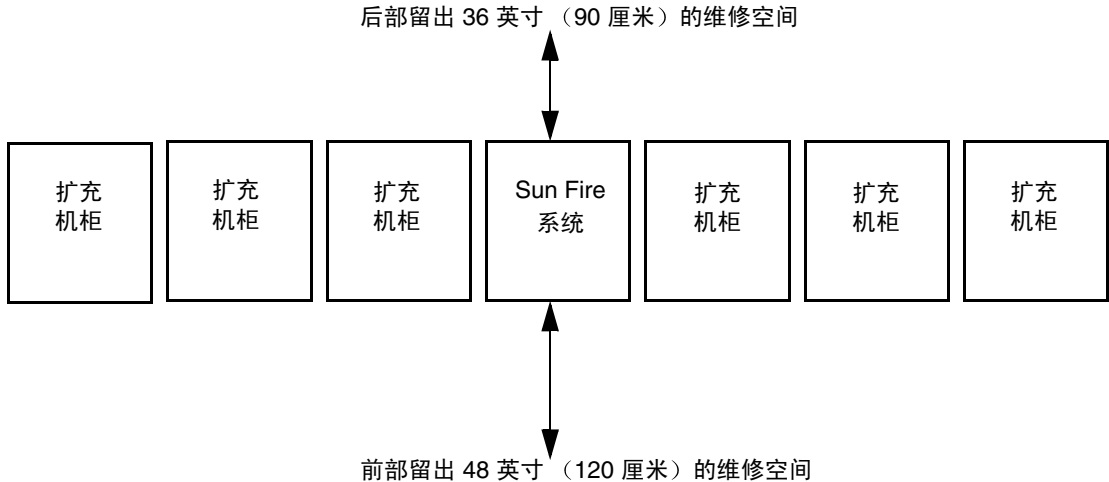

图 1-1 Sun Fire 系统维修区域 — 俯视图
- 图 1-1 Sun Fire 系统维修区域 — 俯视图 1-3
- Sun Fire 6800 系统和架装式系统的前部要求留出 48 英寸（120 厘米）的空间，而后部则要求留出 36 英寸（90 厘米）的空间，以便于维修人员维修部件（图 1-1）。